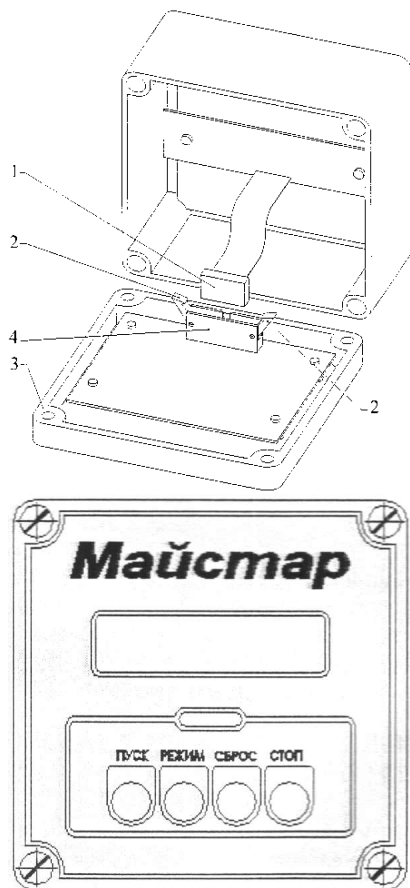

Рис. 5. Устройство управления доением:
**Устройство управления доением** (рис. 5) состоит из корпуса, лицевой панели 3, вилки 4 с фиксаторами 2 и розетки шлейфа 1.